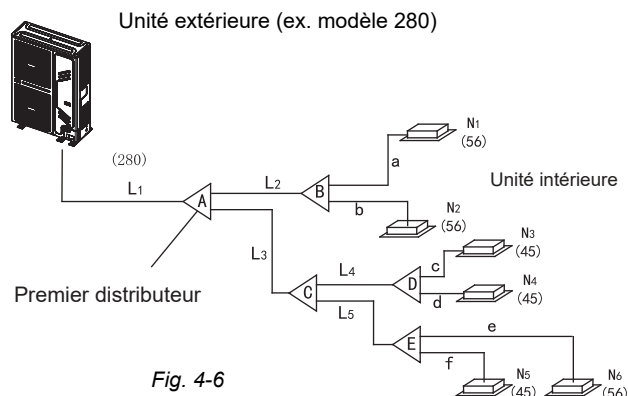

Fig. 4-6
- Tuyauterie principale (voir Fig. 4-6 et Tableau 4-4)
Dans la figure 4-6, où la capacité de l'unité extérieure est de 28 kW connectée au tuyau principal L1, vérifiez dans le tableau 4-4 si la taille des tuyaux de gaz et de liquide est $\Phi 22.2/\Phi 9.5$. Si la longueur des conduites de gaz et de liquide est > 90 m, selon le tableau 4-4 et le principe de la valeur maximale, la taille des conduites de gaz et de liquide doit être $\Phi 25.4/\Phi 12.7$.